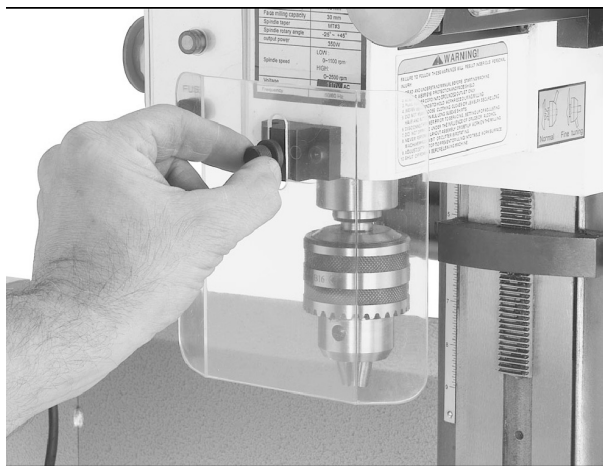

Fig. 3. Montering av ögonskyddsskärm på fräs/borrhuvudet.
1. Sätt fast ögonskyddsskärmen till fräsen/borren med räfflad knapp enl. fig. 3. **OBS!** - ögonskyddsskärm säkrar det bästa skyddet om den är placerad så lågt som det går.